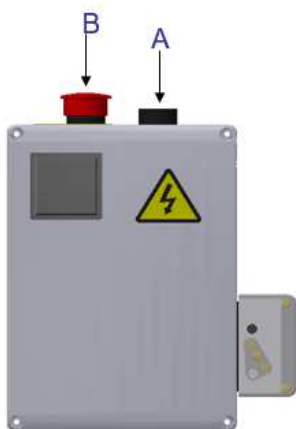

Fig 7.1 501-504 PURS/PARS
7.3 De démarrage 501-504 PURS / PARS (Fig 7.1)
7.4 Arrêtez d'arrêt d'urgence (Fig 7.1, 7.2)